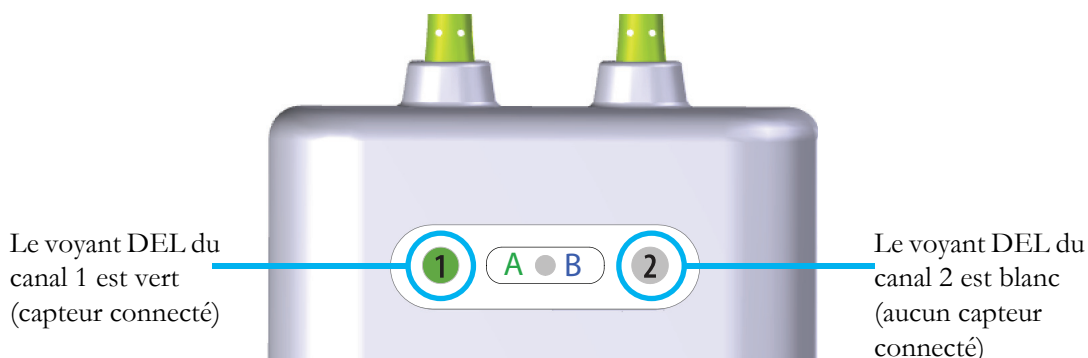

Figure 13-14 Connexion d'un capteur au module ForeSight – DEL d'état du canal
- 6 Vérifier que le voyant DEL d'état du canal figurant sur le module ForeSight Elite passe du blanc au vert lorsque le capteur est bien connecté. Voir figure 13-14.